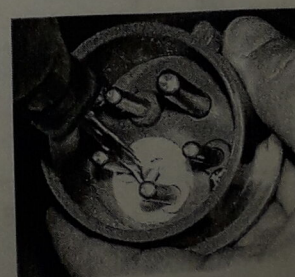

Abb. 3
- Bei 400 Volt-Geräten: Drehrichtung des Verdichters ist falsch, das Öl wird am Öleinfüllstutzen herausgeschleudert. Auf den Laufrichtungspfeil am Gehäuse achten. Stromleitung umpolen (Abb. 3 Laufrichtung)
- Prüfen Sie die Laufrichtung indem Sie ein Blatt Papier an das Schutzgitter halten. Wird das Papier angesaugt, ist die Laufrichtung in Ordnung. Wird das Papier weggeblasen, muss die Laufrichtung geändert werden (siehe Abb. 3). Die Laufrichtung kann durch einfaches Drehen mittels Schraubenziehers im Phasenwender korrigiert werden. Bei herkömmlichen Steckern wird L2 mit L3 vertauscht. **Achtung: Die Laufrichtung kann sich bei Betrieb an einer anderen Steckdose erneut verändern.**